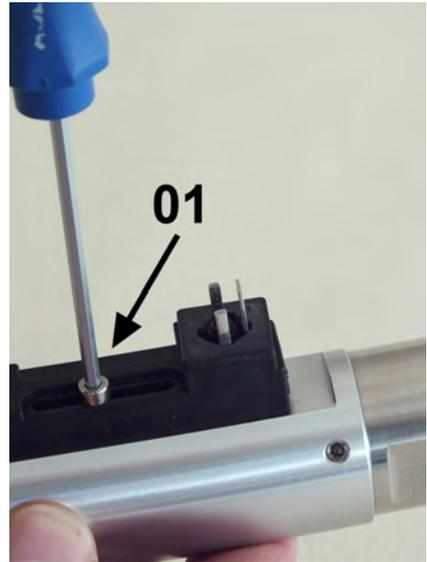

Abb. 55: Feststellschraube lösen
3. ▶ Feststellschraube (Abb. 55/01) des Schaltkontaktes mit einem Sechskant-Schraubendreher herausdrehen und entfernen
7. ▶ Feststellschraube (Abb. 55/01) einführen und leicht anziehen damit sich der Schaltkontakt noch leicht verschieben lässt
9. ▶ Feststellschraube (Abb. 55/1) wieder festdrehen, dabei Schrauben-Anziehdrehmoment einhalten (↪ Kapitel 11.1 „Anziehdrehmomente“ auf Seite 76)